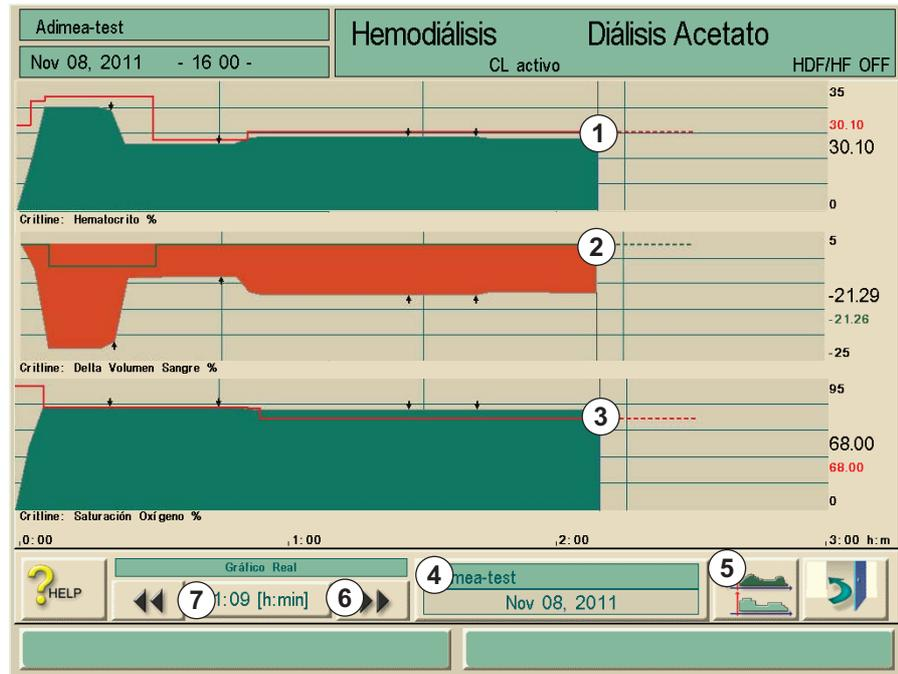

Fig. 11-35 Gráficos de Crit-Line
Los límites de hematocrito y Delta BV también se muestran. El límite de HCT (1) se corresponde con el valor establecido en la Fig. 11-35 y el límite de BV (2) se calcula a partir del valor inicial y el valor límite de HCT. El límite de saturación de oxígeno se muestra en 3.